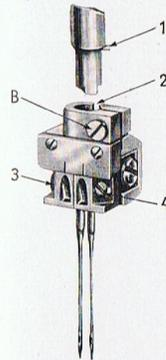

Abb. 67
**Anbringen der Zweinadelklammer.** Für gewöhnliche Näh- und Zickzackarbeiten ist die Klasse 216 Maschine mit einer Nadelklammer laut Abb. 66 und Singer Flachkolbennadel Klasse 15×1 versehen. Zur Ausführung von Biesearbeit wird diese Nadelklammer nach vorherigem Lösen der Schraube S, Abb. 66, vorsichtig abgenommen und an ihrer Stelle die Zweinadelklammer (Abb. 67) befestigt. Dieselbe wird dabei so weit über die Nadelstange geschoben, bis der Stellschiff 1, Abb. 67, der Nadelstange in die Nute 2, Abb. 67, des oberen Nadelklammerrandes eingreift, worauf die Befestigungsschraube B, Abb. 67, angezogen wird. Erst dann können die Nadeln eingesetzt werden, da das Nadelstangenende den Anschlag für die richtige Höhenstellung der Nadeln abgibt.
**Einsetzen der Nadeln.** Die Nadeln werden mit der *langen Nute nach vorn* und dem *Ohr genau auf den Nähenden zu gekehrt*, so tief als es der Anschlag in der Nadelklammer erlaubt, in die Bohrungen der Nadelklammer eingeführt und mit den Schrauben 3 und 4, Abb. 67, festgesetzt. Nach dem Festziehen der Schrauben 3 und 4 überzeuge man sich nochmals, daß beide Ohre in gleicher Höhe liegen und genau nach vorn zeigen.